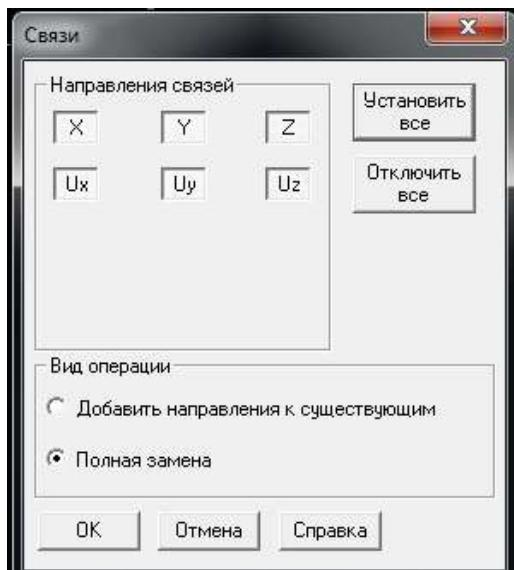

Рисунок 1.12 - Диалоговое окно SCAD для назначения опорных связей
9. Назначение опорных связей (опор) осуществляется в диалоговом окне **Связи** (рис.1.12), которое появляется при нажатии кнопки «Установка связей в узлах» инструментальной панели вкладки **Назначения**.